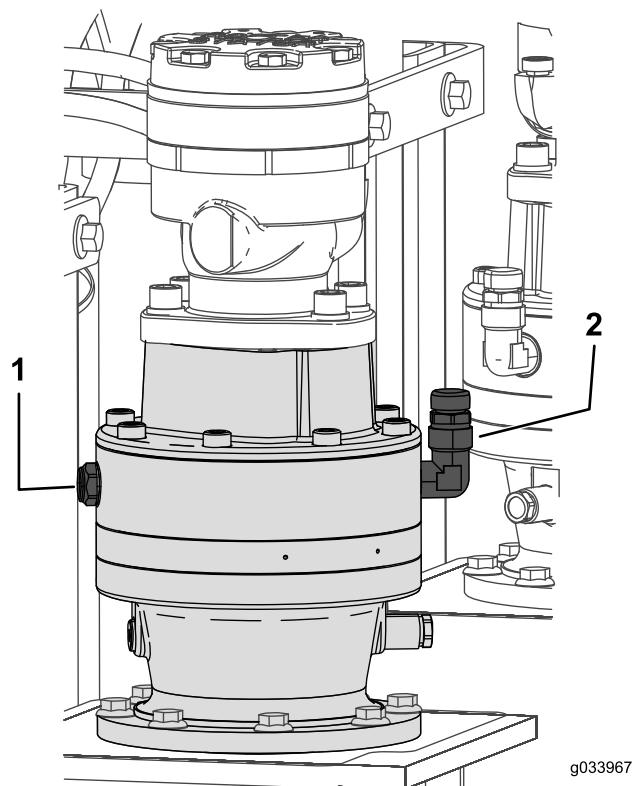

Рисунок 99
1. Проверьте уровень масла по смотровому стеклу на каждом планетарном приводе опускаемой стойки (Рисунок 99).
2. Снимите крышку сапуна и долейте масло в планетарный привод так, чтобы уровень масла закрывал не менее половины по смотровому стеклу (Рисунок 99).